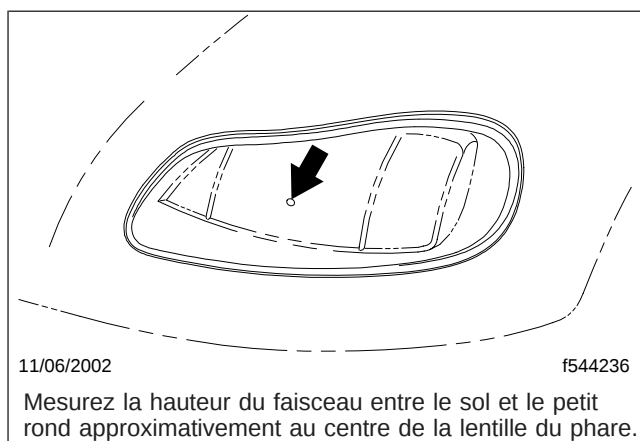

Fig. 15.2, Point de réglage de la hauteur du faisceau du phare
2. Sur chaque phare, trouvez le centre de l'ampoule. Voir la figure 15.2.